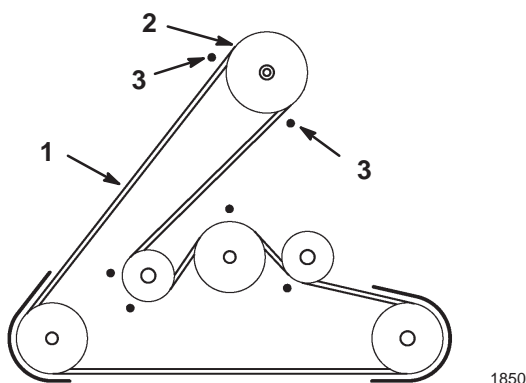

Figure 20
14. Enlevez la courroie du plateau de coupe de la poulie du moteur (Fig. 20). En procédant prudemment, il est possible d'écarter les guide-courroie de la poulie juste assez pour enlever la courroie. Si cela s'avère trop difficile, desserrez les boulons et les écrous de fixation des guide-courroie. Resserrez les boulons.